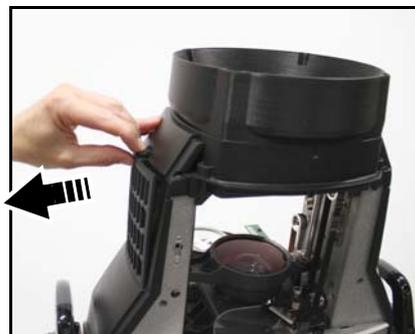

Bild 11: Öffnen der Filterabdeckung
3. Siehe Bild 11 (MAC Ultra Performance gezeigt). Lösen Sie die Verriegelung der Abdeckung und nehmen Sie die Abdeckung ab.